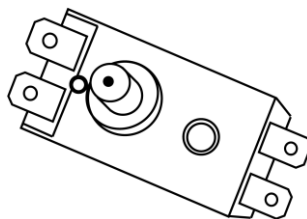

Рисунок 6
4. На входной патрубке, обозначенный голубым цветом и стрелкой направления течения воды, накрутите предохранительный клапан так, чтобы течение воды совпадало с направлением стрелки на корпусе клапана. На отверстие сброса давления предохранительного клапана (см. рисунок 6) оденьте дренажную трубку* для отвода воды (возможно появление при нагревании) в канализацию (трубку необходимо направить строго вниз и запрещено перегибать её).
- нажать до щелчка кнопку, расположенную по центру термовыключателя, который находится рядом с ТЭНом (имеет круглую форму), рисунок 6;